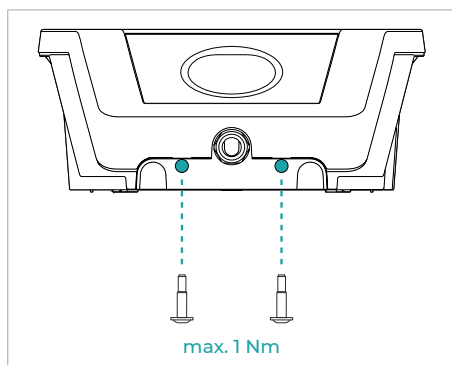

Fig. 10
- Fissare il telaio esterno sul sistema di carica con le viti fornite in dotazione nelle posizioni illustrate alla **fig. 10**.